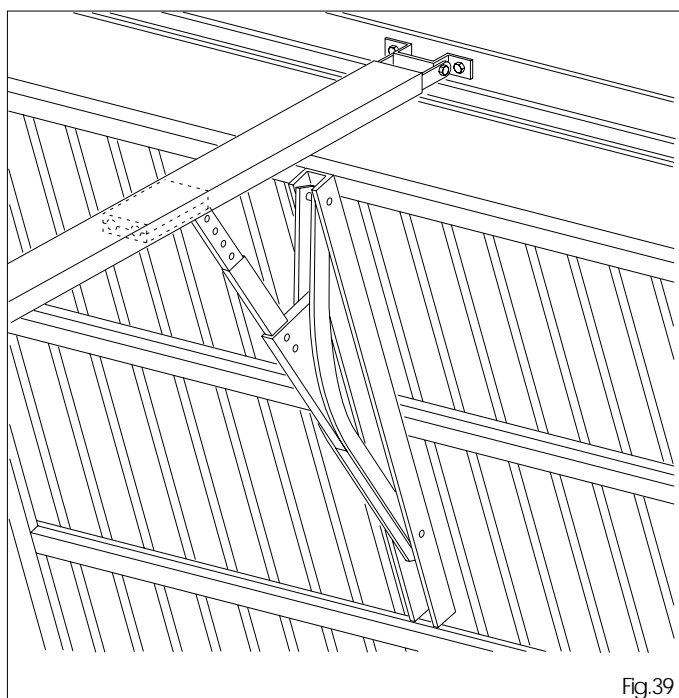

Fig.39
- Utilizzando l'accessorio indicato in fig. 39 (GDA 3000), è possibile automatizzare porte bilanciate a contrappesi.